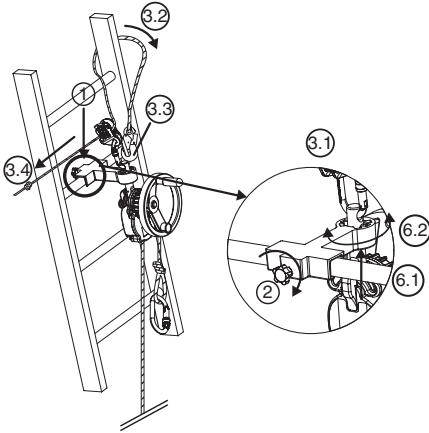

Fig. 7
### 6.3.3. Aparato Derope™ UP K (Fig. 7)
1. Colocar la consola de apoyo pequeña en el barrote de la escalera en la posición requerida para realizar la operación de salvamento, por encima de la persona a evacuar (Fig. 7, 1).
2. Apretar el eje de bloqueo que se encuentra en la parte trasera de la consola de apoyo mediante el botón de apriete (Fig. 7, 2).
- Fijar el conector del dispositivo de ajuste LCM 05 en el agujero de la parte superior del eje de enganche (Fig. 7, 3.1).
- Pasar la correa de aseguramiento alrededor del barrote de la escalera situado encima de la consola rodeando uno de los montantes de la escalera (Fig. 7, 3.2).
- Conectar el conector de la correa de aseguramiento en el conector del dispositivo de ajuste LCM 05 (Fig. 7, 3.3).
- Tensar la correa de aseguramiento tirando del ramal libre (Fig. 7, 3.4).
6. Orientar el aparato Derope™ según la necesidad modificando la posición del eje de enganche en el dispositivo de indexación (Fig. 7, 6.1 – 6.2).